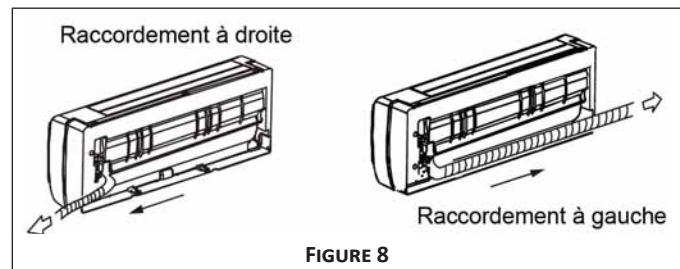

FIGURE 8
7. INSTALLATION DE LA CONDUITE DE RÉFRIGÉRANT : Pour le raccordement de gauche et de droite, retirez la protection du tuyau du panneau latéral. (Figure 8).